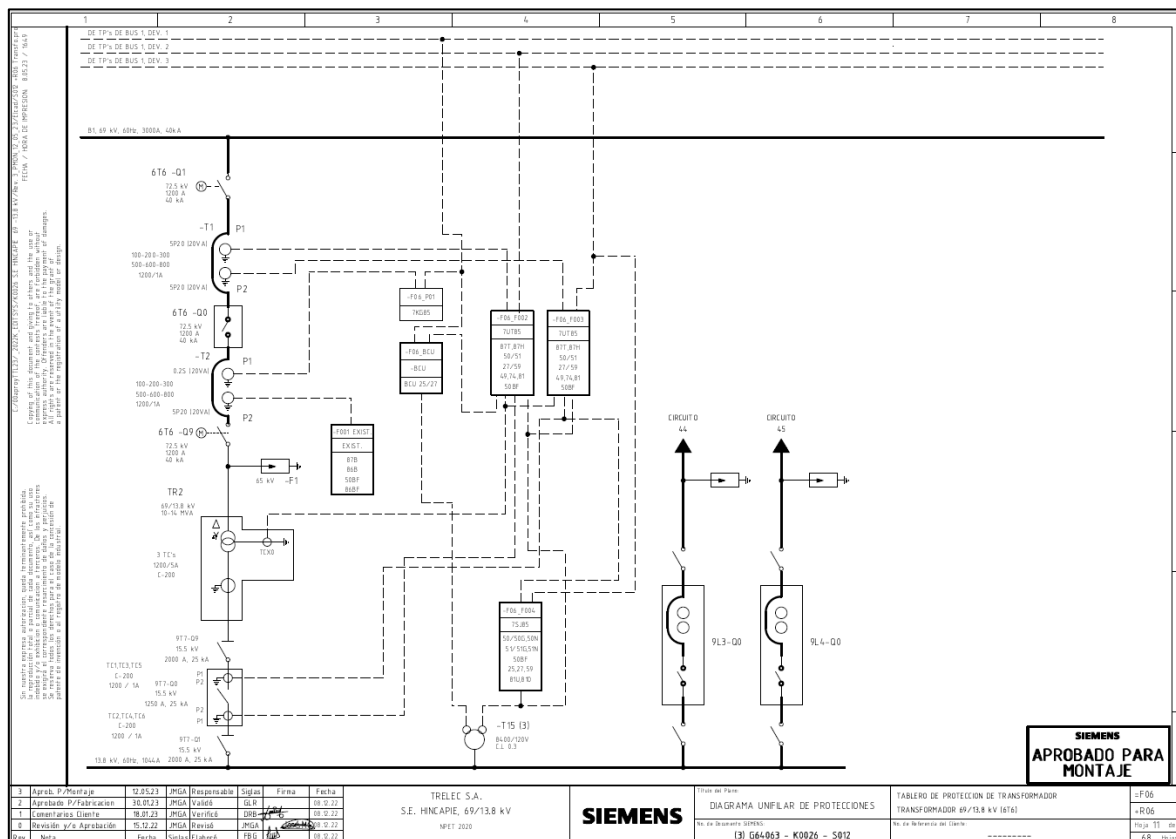

Figura 3. Diagrama unifilar de protecciones Transformador 2 Hincapié 66/13,8 kV 13 MVA
- 1) Información suministrada por TRELEC en el diagrama unifilar de protecciones, ver Figura 3.